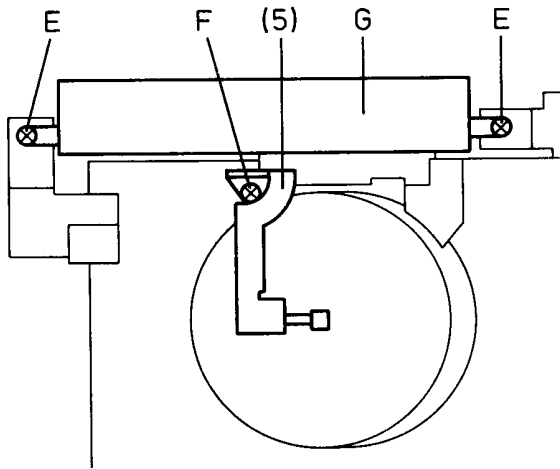
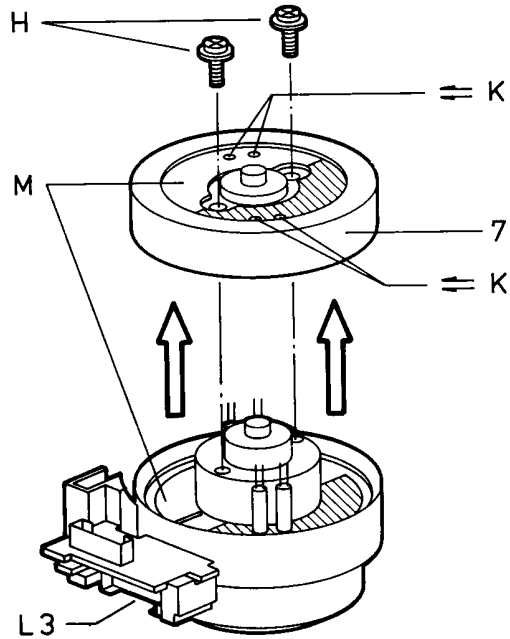

Fig.10
Fig.11
Ausbau: - Schrauben "F" und "H" herausdrehen (Fig. 10 / Fig. 11).
Disassembly: - Remove the screws "F" and "H" (Fig. 10, Fig. 11)
4.2.1 Ausbau des Bandtrommelbausteins (6)
- 3 Schrauben "E" und "F" herausdrehen (Fig. 10).
- Kopfverstärker "G" und Erdungsfeder (5) entfernen.
- Steckverbindung L 3 lösen (Fig. 11).
- Erdungsfeder (5) mit Schraube "F" befestigen (Fig. 10).
4.2.1 Disassembly of the Cylinder Unit (6)
- Undo the 3 screws "E" and "F" (Fig. 10).
- Remove the head amplifier "G" and the earth plate (5).
- Unplug the connector L3 (Fig. 11).
- Fasten the earth plate (5) with screw "F" (Fig. 10).